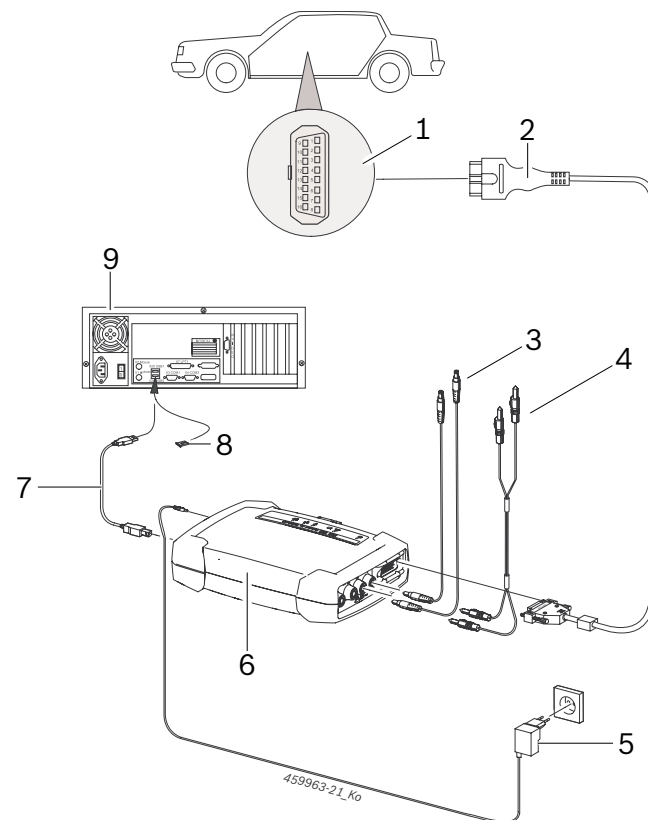

Abb. 6: Tilslutningsplan med KTS 590 som eksempel
- OBD-tilslutningsledningen (fig. 6, pos. 2) eller